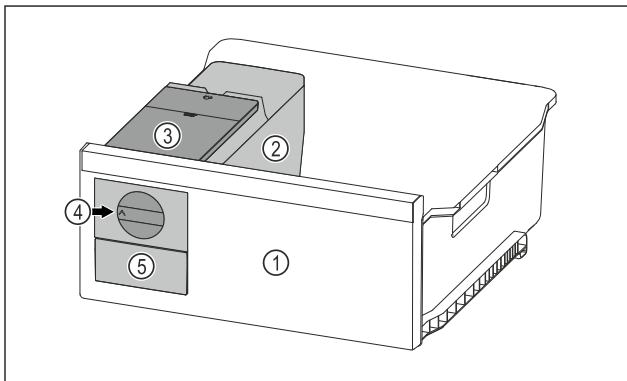

Fig. 90 Représentation à titre d'exemple
▶ Tourner le bouton rotatif Fig. 90 (4) dans le sens horaire jusqu'à la butée.
▷ Les glaçons tombent du bac à glaçons dans le tiroir à glaçons Fig. 90 (5).